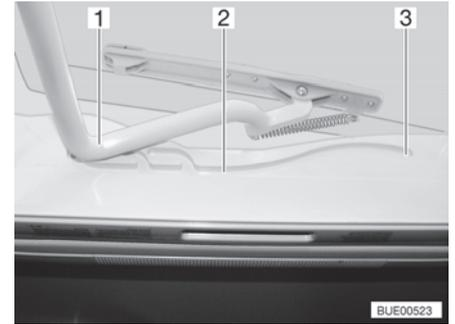

Fig. 30 Glissière (lanterneau Heki)
- Tirer l'étrier (Fig. 30,1) dans les glissières (Fig. 30,2) jusqu'à la position la plus reculée (Fig. 30,3).
- Pousser l'étrier (Fig. 30,1) légèrement vers le haut avec les deux mains.
- Tirer l'étrier dans les glissières (Fig. 30,2) jusqu'à la position souhaitée.